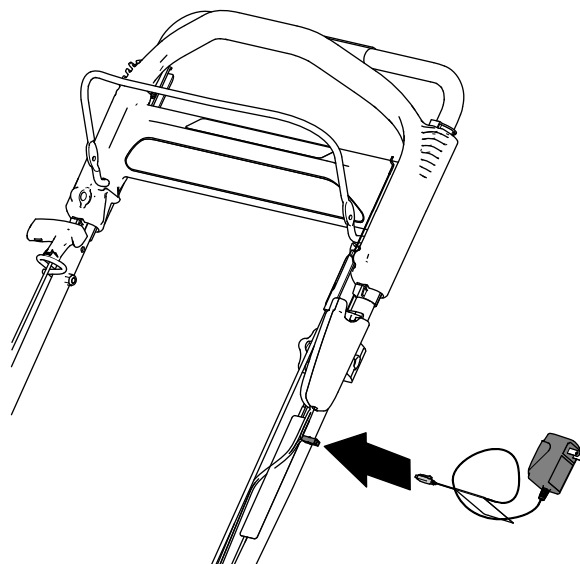

Figura 30
1. Conecte el cargador al arnés de cables, situado debajo del botón de arranque eléctrico (Figura 30).